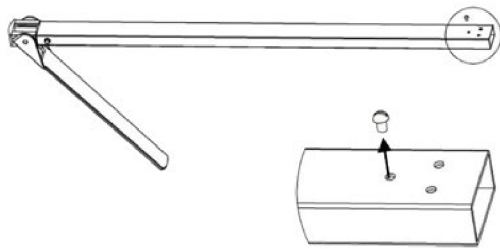

Imagen 1
- Montar el producto, como se muestra en la imagen 1 de arriba.